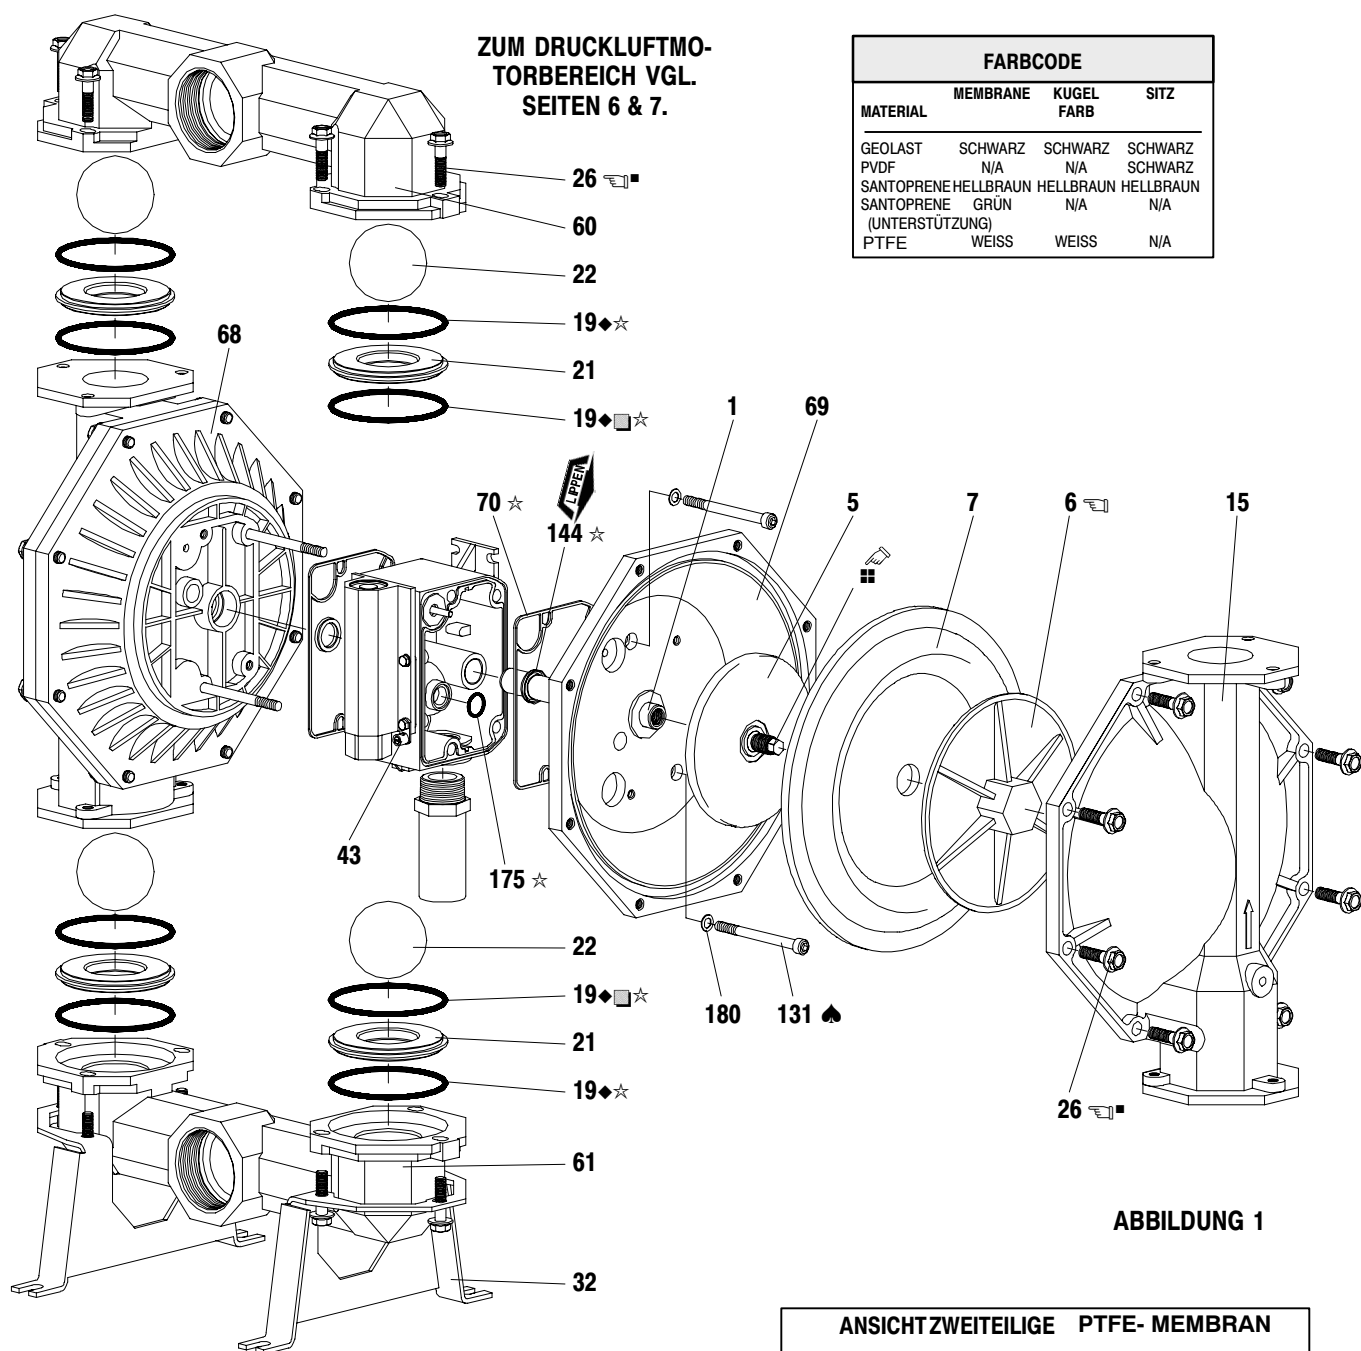

ABBILDUNG 1
2. Kugeln (22), "O" Ringe (19) und Kugelsitzen (21) entfernen.
3. Materialabdeckungen (15) entfernen.
ACHTUNG: Nur bei **PTFEmembranmodellen** wird eine Hauptmembrane (7) und eine Sicherheitsmembrane (8) verwendet. Siehe auch Zusatzansicht in Abbildung 1.
4. Mutter (6), Membranen (7) oder (7/8) und Unterlagsscheibe (5) entfernen.